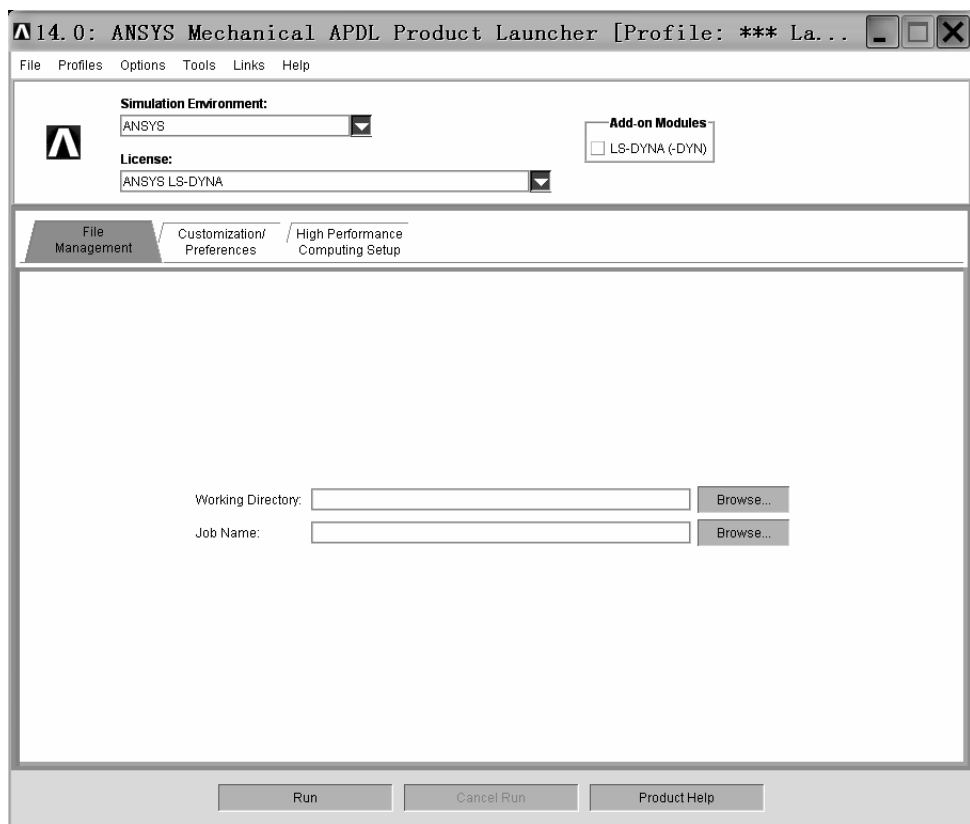

图 9-1 “14.0: ANSYS Mechanical APDL Product Launcher [Profile:\*\*\*La...” 窗口
(1) 打开“14.0: ANSYS Mechanical APDL Product Launcher [Profile:\*\*\*La...”窗口（见图 9-1）。
(2) 单击“14.0: ANSYS Mechanical APDL Product Launcher [Profile:\*\*\*La...”窗口中“Simulation Environment:”方框后的倒立三角形图标，选中“ANSYS”。
(3) 单击“14.0: ANSYS Mechanical APDL Product Launcher [Profile:\*\*\*La...”窗口中“License:”方框后的倒立三角形图标，选中“ANSYS LS-DYNA”。